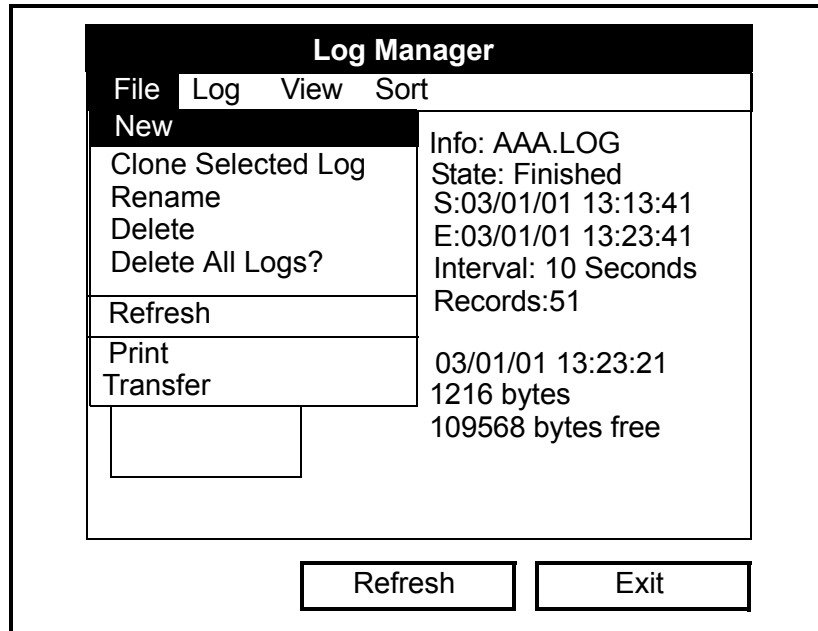

Figura 5-3: O Menu File (Ficheiro) no Log Manager (Gestor de Registo)
- No menu *Log Manager*>*File* (Gestor de Registo - Ficheiro) (consulte a Figura 5-3 na página anterior), desloque-se até à opção *New* (Novo) e pressione [ENTER]. Ou
1. No menu *Log Manager*>*File* (Gestor de Registo - Ficheiro) (consulte Figura 5-3 na página 5-3), desloque-se até à opção *Delete All Logs?* (Eliminar Todos os Registos?) e pressione [ENTER].